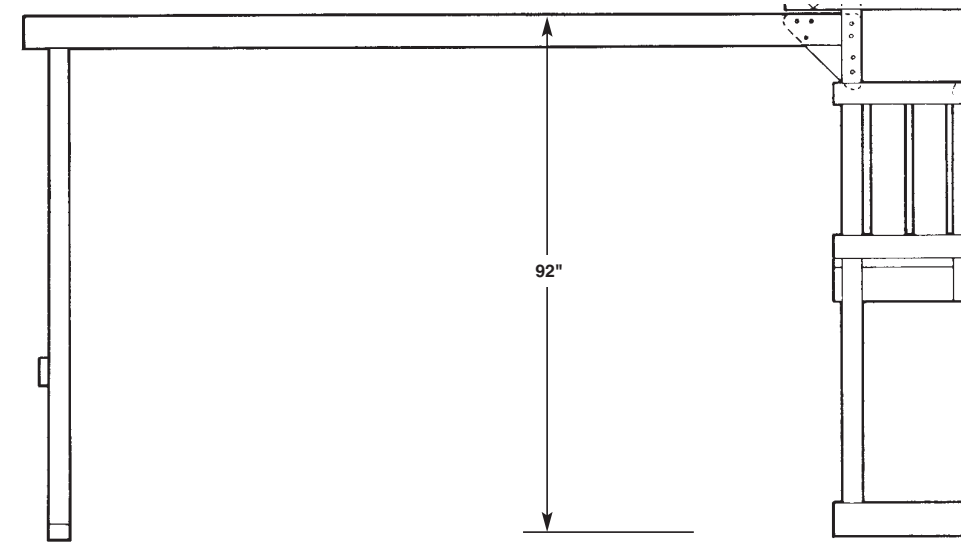

Fig. 26
1. Position the beam brace on the 4" x 4" x 96" center post and 4" x 6" beam and mark the position of the holes on each (Fig. 26).
NOTE: The top of the beam should be 92" from the bottom of the climbing unit (Fig. 26).
1. Ubicar la abrazadera de viga en el poste central de 4" x 4" x 96" y la viga de 4" x 6" y marcar la posición de los agujeros en cada una (Fig. 26). **NOTA:** el extremo superior de la viga debe estar a 92 pulgadas de la parte inferior de la unidad para escalar (Fig. 26).
1. Placer le contreventement de la poutre sur le montant de 4 po x 4 po x 96 po (100 mm x 100 mm x 2,4 m) et sur la poutre de 4 po x 6 po (100 mm x 150 mm) et marquer la position des trous sur chacune (fig. 26). **REMARQUE :** le dessus de la poutre doit être à 92 po (2,3 m) du bas de l'ensemble d'escalade (fig. 26).